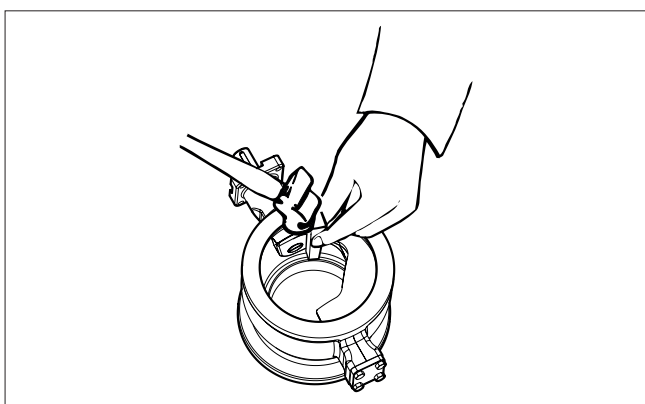

Fig. 32 Sikring med plastspindel
- Brug en plastspindel for at sikre, at sædet er korrekt placeret og kan bevæge sig frit, fig. 32.